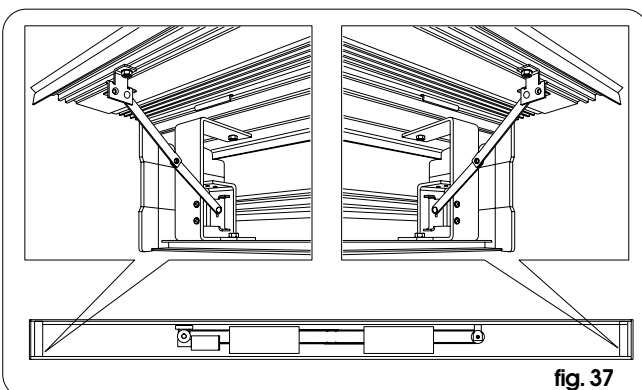

fig. 37
- knikarmen, te installeren zoals op fig. 37.